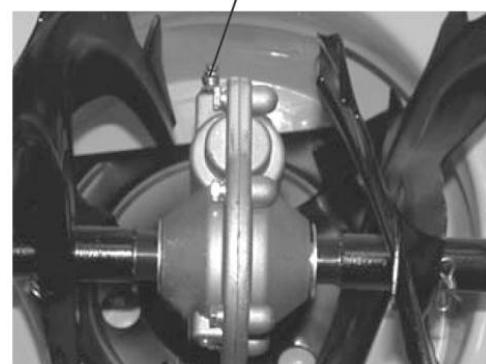

Рис. 12
- Выкрутите штуцер (50)(См. Рис.12), и используя шприцеватель (в комплект не входит) закачайте около 100 г густой смазки в редуктор.